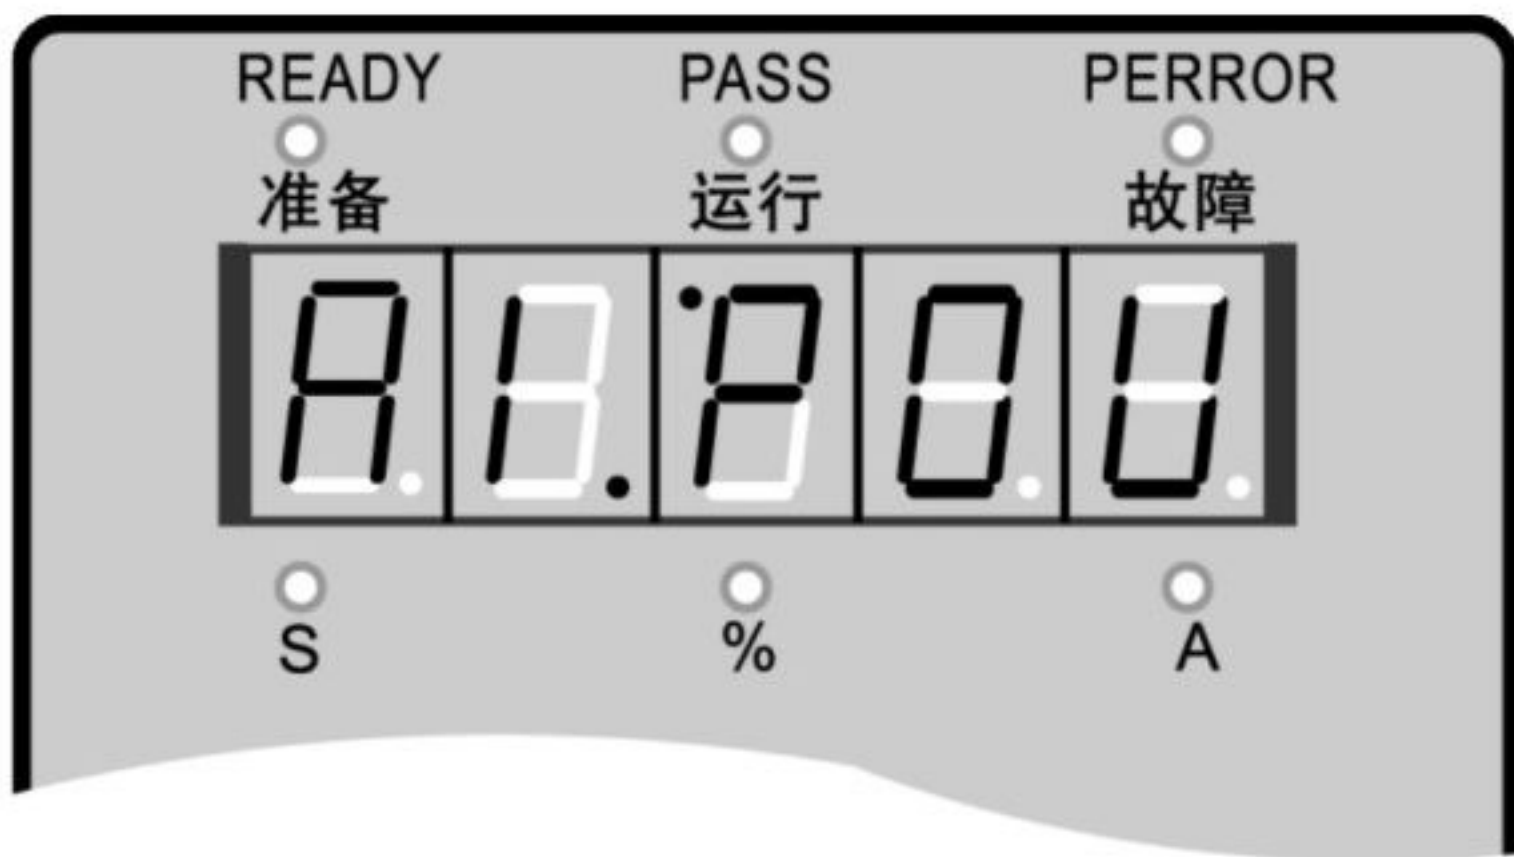

图3-1-1
- ① 核对接线是否正确。特别是输出端子不能连接电源，旁路接触器是否接好，并确认接地端子接地良好。
- ② 确认端子间或各裸露的带电部位没有短路或对地短路情况。
- ③ 投入电源后键盘面板应显示 **8888** (RIPOW日普) 或准备状态 **8888**，同时准备指示灯亮。如图3-1-1所示。